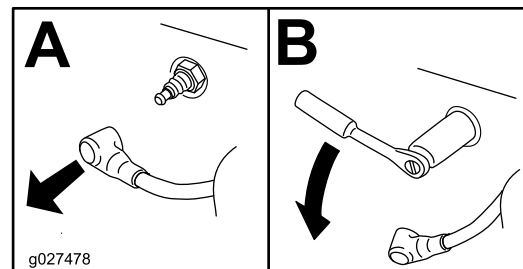

Bild 45
4. Nehmen Sie die Zündkerze heraus (Bild 45).